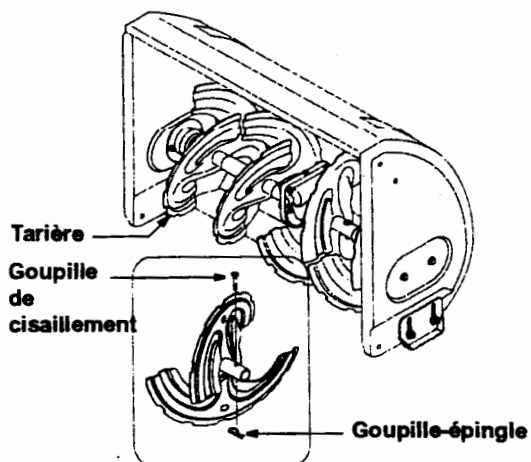

Figure 15
Deux goupilles de cisaillement et deux goupille-épingles maintiennent les tarières sur l'arbre de la tarière. Voir la Figure 15. Les goupilles sont sensés se cisailer si la souffeuse heurte un objet ou un bloc de glace.
2. Remplacez les goupilles si besoin est. Deux goupilles de cisaillement et deux goupille-épingles de rechange sont fournis. Vaporisez un lubrifiant à base d'huile sur l'arbre avant d'installer les goupilles neufs et de fixer avec les goupilles-épingles neufs. Voir la Figure 15.
1. Retirez les quatre boulons ordinaires et les quatre écrous à six pans qui maintiennent les deux patins sur la souffeuse. Voir la Figure 15.